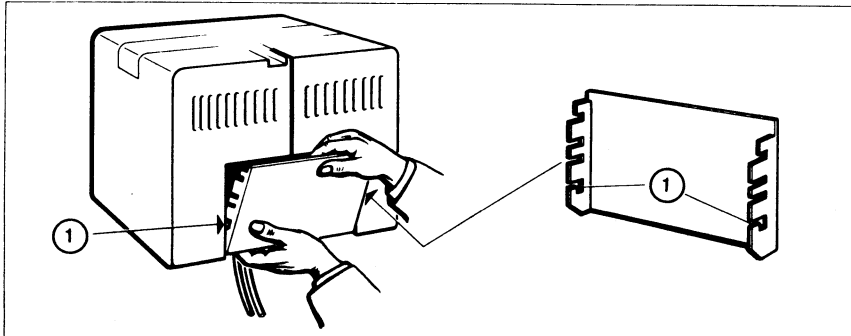

Bild 4.5: Einhängen der Abdeckplatte
- 20 Führen Sie die Verbindungskabel und das Netzkabel gerade nach unten heraus (Bild 4.5).
- 22 Führen Sie die beiden Schlitz (1) der Abdeckung an die Zapfen.